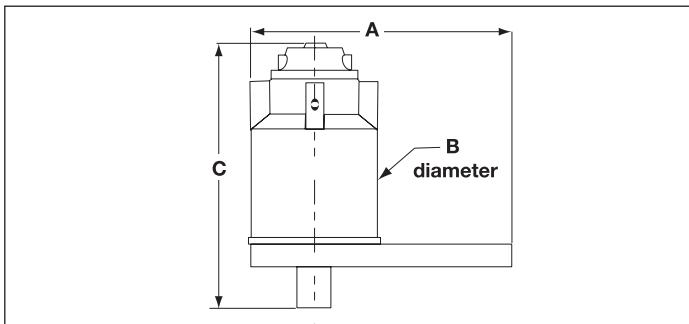

**Fig. 1, Skifte reaksjonsplate**
**ADVARSEL:** Ikke hold i momentforsterkerens reaksjonsstang eller reaksjonsplate (Fig. 1, Del 1) mens momentet settes på. Normal forsterkerbøyning kan skape et klemmepunkt.
**ADVARSEL:** Før HVER bruk bør du kontrollere skruene til reaksjonsplate/stang for å påse at de er stramme (Fig. 1, Del 2).
**ADVARSEL:** Før HVER bruk må du inspisere firkantdriver (Fig. 1, Del 4) for synlige tegn på slitasje eller sprekker. Skift ut ved behov.
En kontrollert utgangs firkantdriftapp (Fig. 1, Del 4) beskytter indre komponenter i tilfelle maks utgangskapasitet skulle overskrides. Denne overlastbeskyttelsen får driftappen til å splintre når utgangskraften overskridet fra 103% til 110% av spesifisert utgangskapasitet. En reservedrifthatt er inkludert med momentforsterkeren (E391, E392, E393, E492, E493, E494, E495). (Bestill ekstra reservedeler fra din Enerpac-forhandler.)
- Monter korrekt størrelse hunn firkantdriftapphylse på momentforsterkerens utgangsfirkantdriftapp (Fig. 1, Del 4). Plasser hylsen og momentforsterkeren på festeelementet som skal trekkes til.